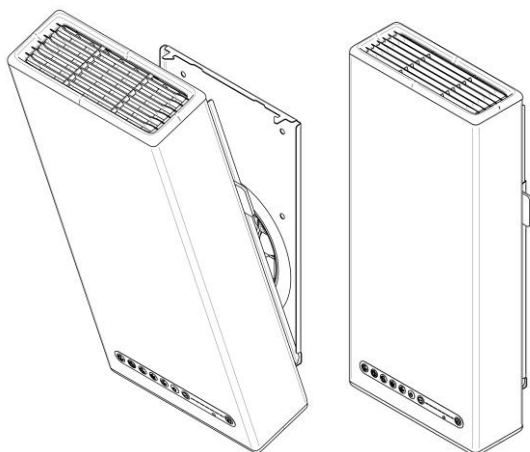

Рис. 22
11. Установите глушитель в паз монтажной пластины под углом 30° и прижмите шумоглушитель к стене до срабатывания замка. Убедитесь в надежной фиксации прибора, см. Рис. 22